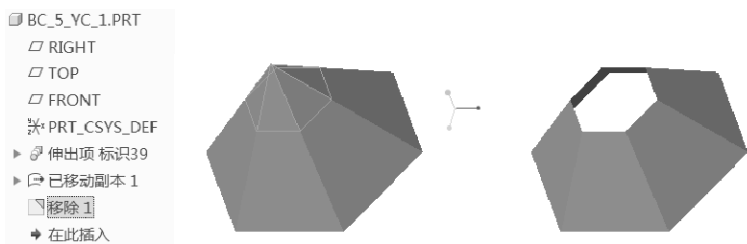

图 5-190 创建“移除 1”特征
4) 在“移除曲面”选项卡中单击 (完成) 按钮。“移除 1”特征出现在模型树和图形窗口中, 如图 5-190 所示。